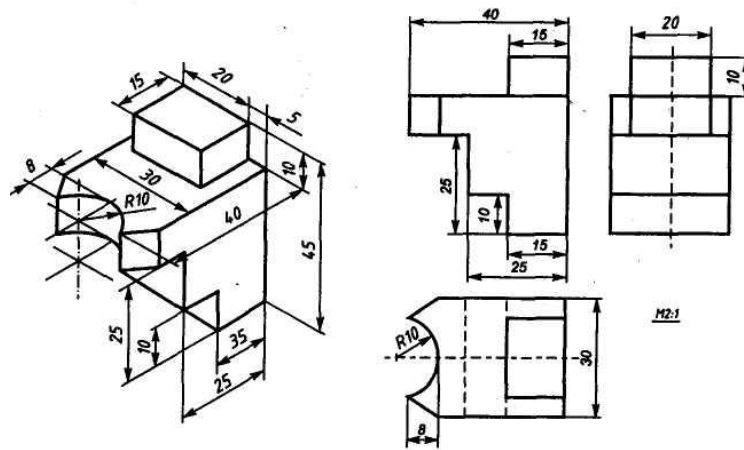

Рисунок 50 – Чертеж детали
**ЗАДАНИЕ 1.** Выполнить чертеж детали в трех проекциях, при построении использовать сетку (рис.50). Масштаб 2:1.
13. В появившемся диалоговом окне Параметры для выдавливания 3-мерной модели подвески задайте параметр толщины подвески s3=3мм – «На расстояние» 3мм (см. рис.50).